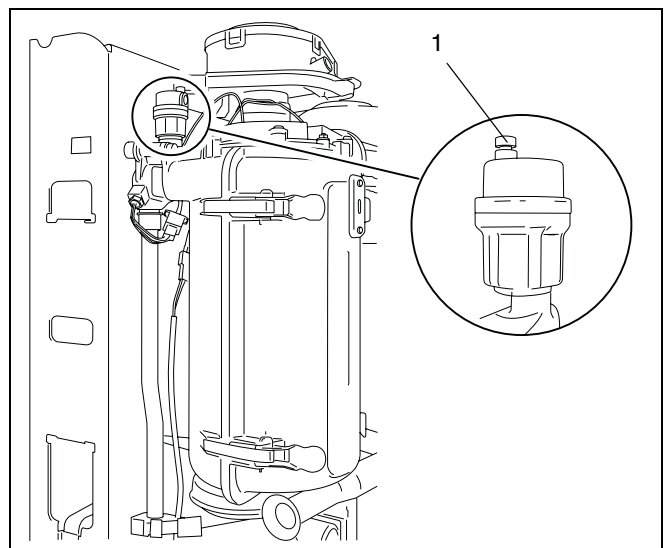

fig. 29 Automatische ontluchter
De Hoog Rendement Gaswandketels **Nefit SmartLine Basic HR(C)** zijn uitgevoerd met een automatische ontluchter (→ fig. 29) die dient voor ontluchting van het cv-toestel. Het kan in sommige situaties noodzakelijk zijn om de cv-installatie, naast ontluichtingsmogelijkheden op de verschillende verwarmingslichamen, te voorzien van extra ontluichtingsmogelijkheden.
- Draai de dop van de automatische ontluchter linksboven in het cv-toestel (→ fig. 29, [1]) één omwenteling los.